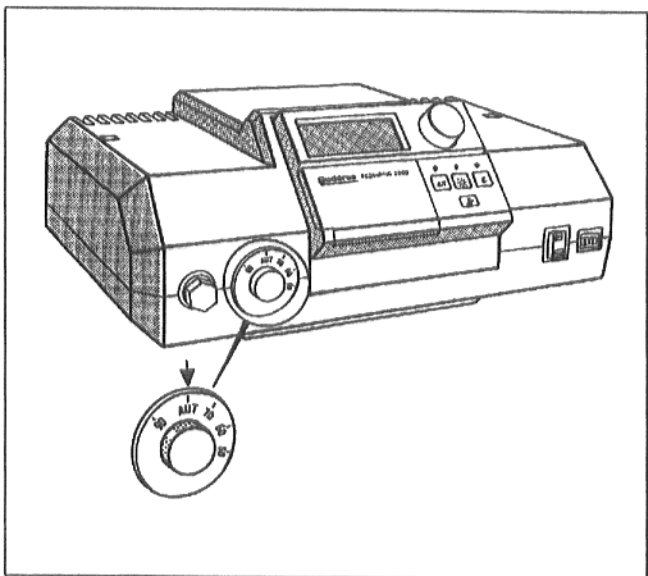

Рис. 5: Регулятор температуры воды подающей линии котла
- Установить регулятор температуры воды подающей линии котла (Рис. 5) в положение "AUT". При отсутствии устройства регулирования "Ecomatic" осуществить настройку на желаемую температуру.